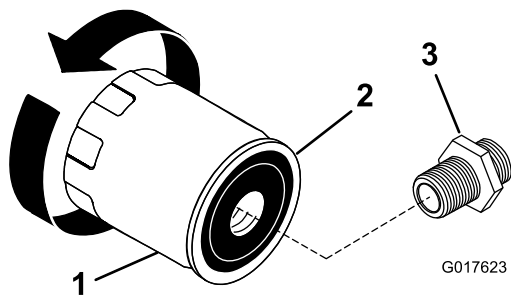

Bild 21
- Entfernen Sie den alten Ölfilter und wischen Sie die Dichtungsoberfläche des Filteradapters ab (Bild 21).
- Schmieren Sie die Gummidichtung am neuen Ölfilter (Bild 21) mit etwas Frischöl ein.
- Drehen Sie den Ölfilter nach rechts, bis die Gummidichtung das Filterzwischenstück berührt. Ziehen Sie es dann um eine weitere 1/2 bis 3/4 Umdrehung fester (Bild 21).